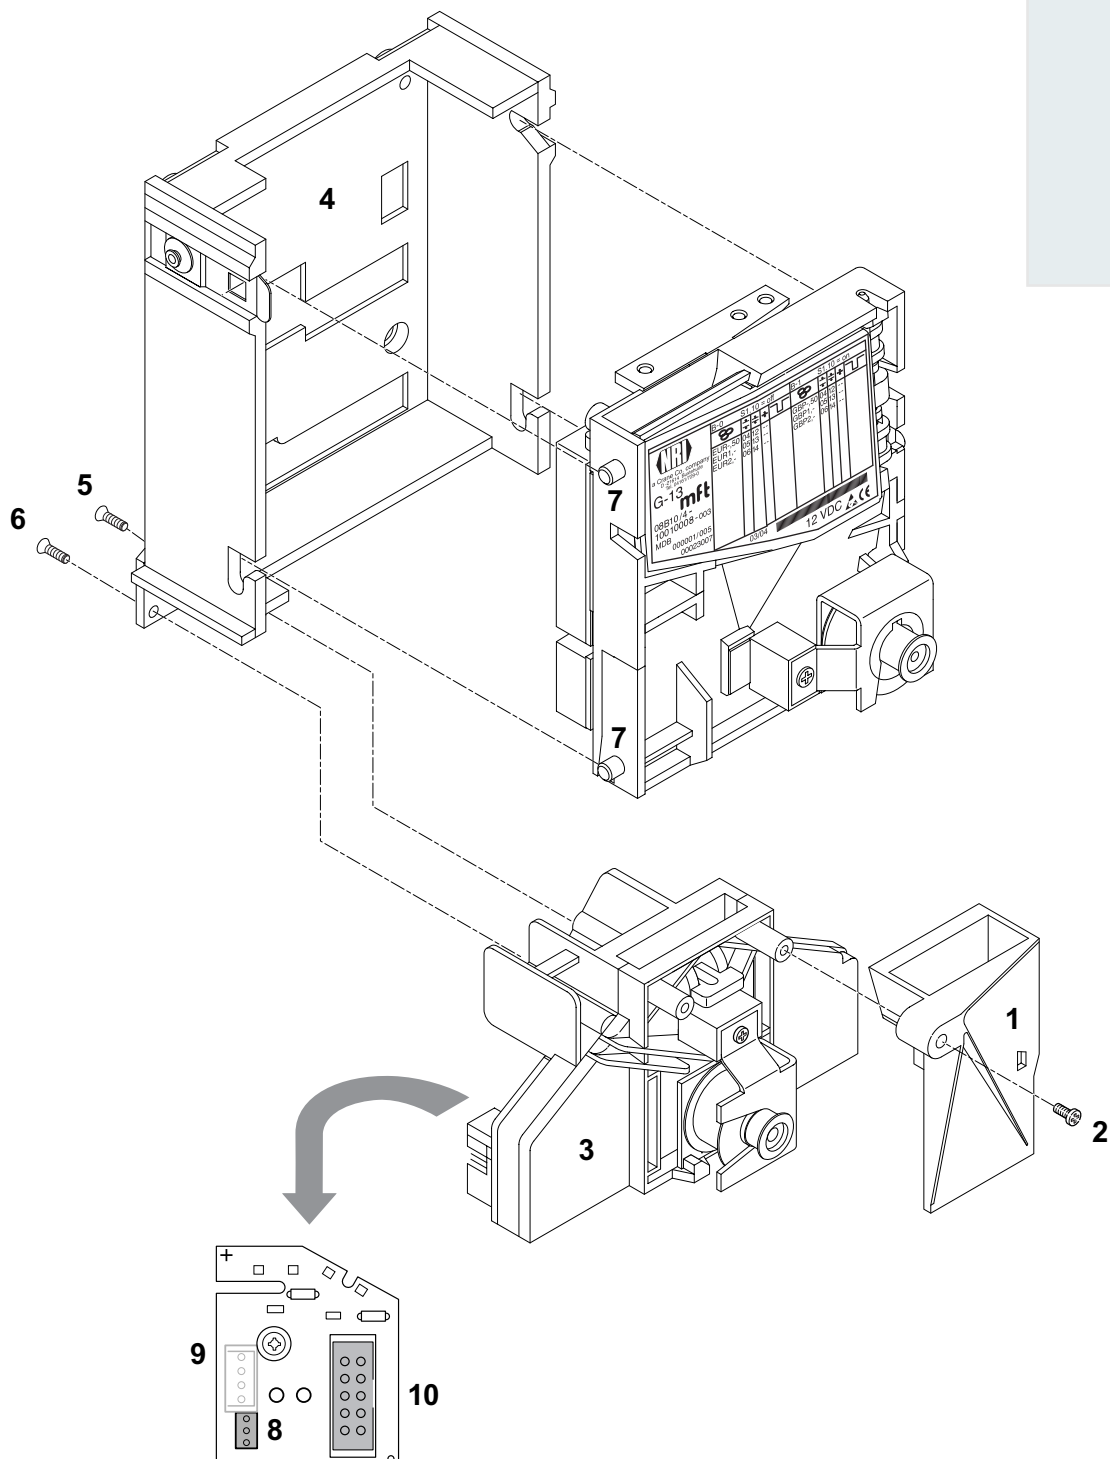

Abb. 5a: G-13.mft, Topfeinwurf-Ausführung, an NRI Sortiervorrichtung anschließen
- 1** Schachtverlängerung **1** ggf. mit Schraube **2** an Sortiervorrichtung **3** befestigen (s. Abb. 5a).